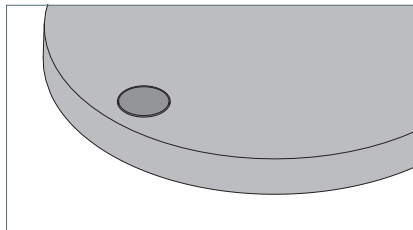

Fig. 3: Tasto.
- Premere brevemente il tasto, vedi Fig. 3.
- Premere il tasto e tenerlo premuto, vedi Fig. 3.
- Premere il tasto, tenerlo premuto per dieci secondi finché l'apparecchio d'illuminazione non inizia ad accendersi a intervalli regolari, vedi Fig. 3.